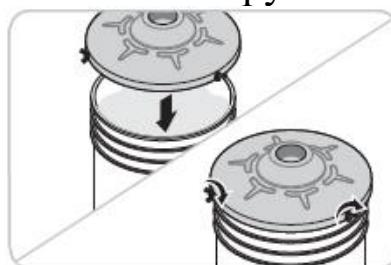

Рисунок 4
- Для насоса DEP-1702Р накройте крышкой (входит в комплект поставки) емкость, из которой будет перекачиваться жидкость, и зафиксируйте крышку тремя болтами (смотрите рисунок 4 ниже).